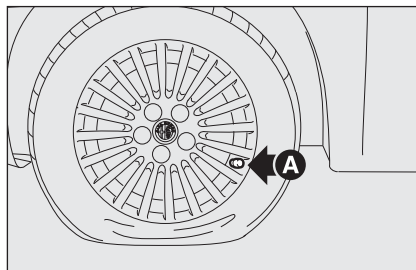

fig. 16
- ☐ posizionare la ruota per l'intervento con la valvola **A-fig. 16** rivolta come illustrato in figura dopodiché **azionare il freno a mano**, quindi estrarre il kit di riparazione rapida ed appoggiarlo sul terreno vicino alla ruota;